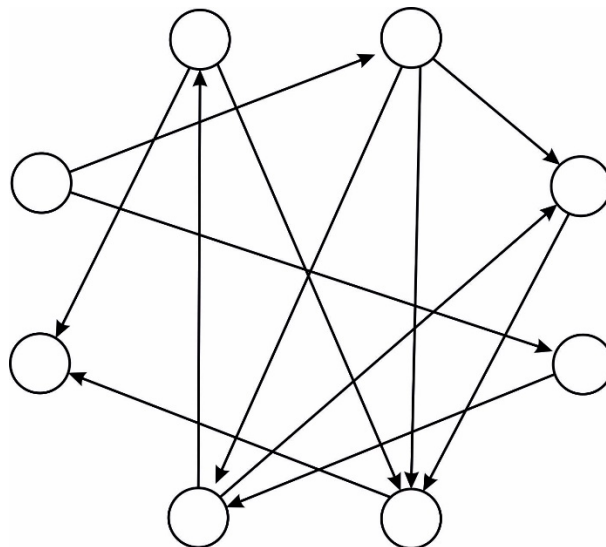

Abbildung 1: Digraph zu Aufgabe 1
- Für den Digraphen in Abbildung 1 soll die Knotenmenge topologisch sortiert werden. Tragen Sie **eine** Nummerierung in die Abbildung 1-L auf Seite 2 des Lösungsteils ein. Wieviele topologisch sortierten Reihenfolgen der Knoten $1, \dots, 8$ sind möglich. Notieren Sie **alle** Reihenfolgen.